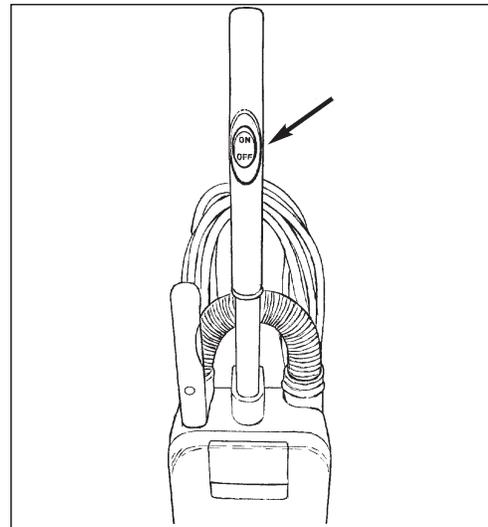

Figura 9
Interruptor de ENCENDIDO/APAGADO (Consulte la figura 9)
3. Sitúe el interruptor ON/OFF (encendido/apagado) en la posición "I" (consulte la figura 9).